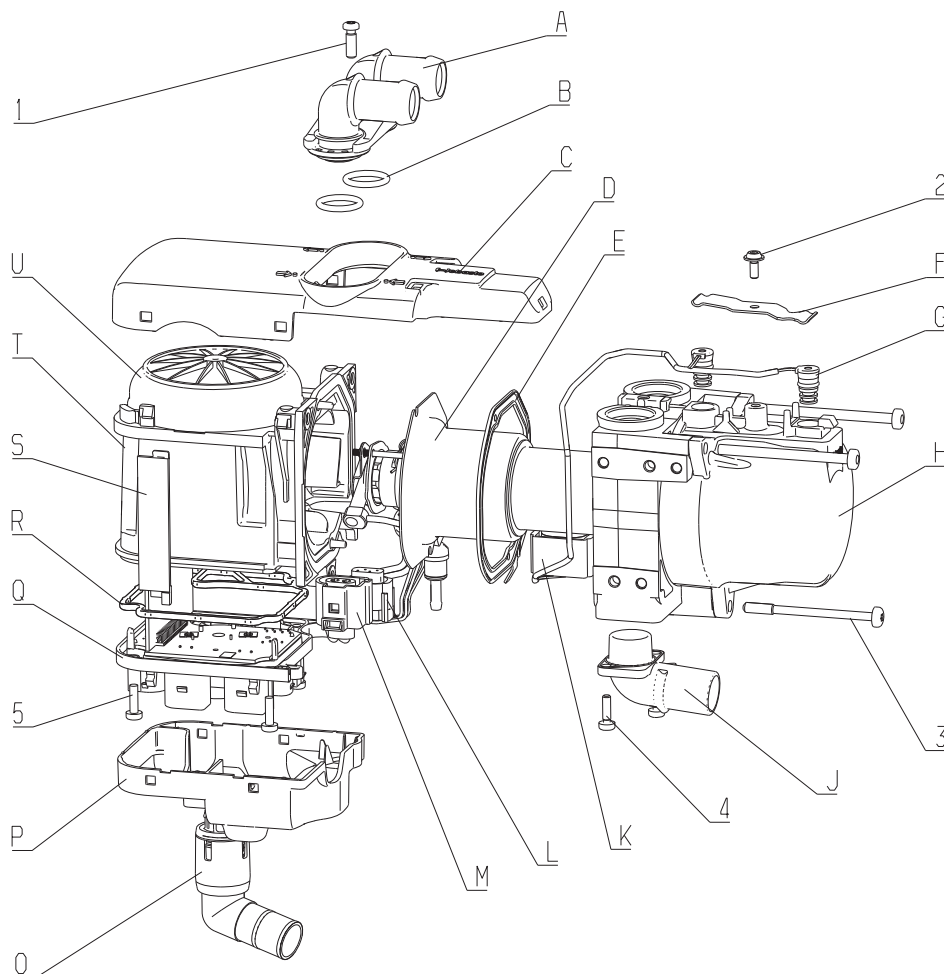
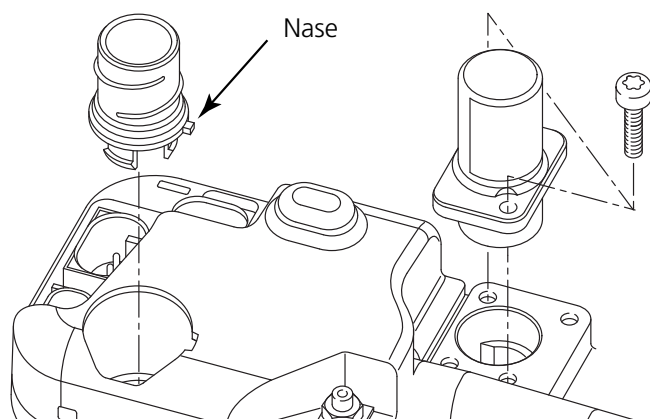

Abb. 901 Zerlegung Heizgerät
Abb. 902 Montage Luftansaug- und Abgasstutzen
1. Schraube (1, Abb. 901) lösen und Wasserstutzeinheit (A) mit O-Ringen (B) abnehmen.
2. Schraube (4) lösen und Abgasstutzen (J) vom Wärmeübertrager (H) entfernen. Bei festem Abgasstutzen entfällt der Arbeitsgang.
3. Heizgeräteabdeckung (C) an den 4 seitlichen Verrastungen am Gebläsegehäuse (T) mit einem Schraubendreher lösen. Danach die Heizgeräteabdeckung (C) nach vorne vom Heizgerät abnehmen.
4. Kabelabdeckung (S) vom Gebläsegehäuse (T) entfernen.
5. Luftansaugstutzen (O) leicht zur Seite drücken und in axiale Richtung aus dem Steuergerät (Q) ziehen.
6. Steckerabdeckung (P) auf der dem Kraftstoffstutzen abgewandten Seite mit einem Schraubendreher an den seitlichen Verrastungen lösen und vom Heizgerät nehmen.
7. Verrastung der Stecker (K, L, M) lösen und die Stecker vom Steuergerät (Q) ziehen.
8. Schrauben (3) lösen und Wärmeübertrager (H) vom Gebläsegehäuse (T) in axiale Richtung der Verschraubung abziehen.
9. Demontage des Brenners (D) siehe Abschnitt 9.2.5.
10. Demontage des Temperaturfühlers und Überhitzungsensors (G) siehe Abschnitt 9.2.8.
1. Montage der neuen Temperatursensoren (G, Abb. 901) siehe Abschnitt 9.2.9.
2. Montage Brenner (D) siehe Abschnitt 9.2.7.
3. Wärmeübertrager (H) innen und außen reinigen und auf das Gebläse aufsetzen. Schrauben (3) mit $7 \pm 0,7$ Nm anziehen und dabei möglichst kein neues Gewinde furchen (d.h. die Schraube in das vorhandene Gewinde einfädeln).
5. Steckerabdeckung (P) auf das Steuergerät (Q) aufsetzen und mit leichtem Druck verrasten.
6. Luftansaugstutzen (O) in das Steuergerät (Q) stecken. Dabei muss die Nase des Stutzens (O) in die vorgesehene Öffnung geführt werden (in Richtung Brennstoffstutzen zeigen). Siehe Abb. 902.
Die Demontage von Teilen des Gebläsegehäuses (T, Abb. 901) ist nicht zulässig!